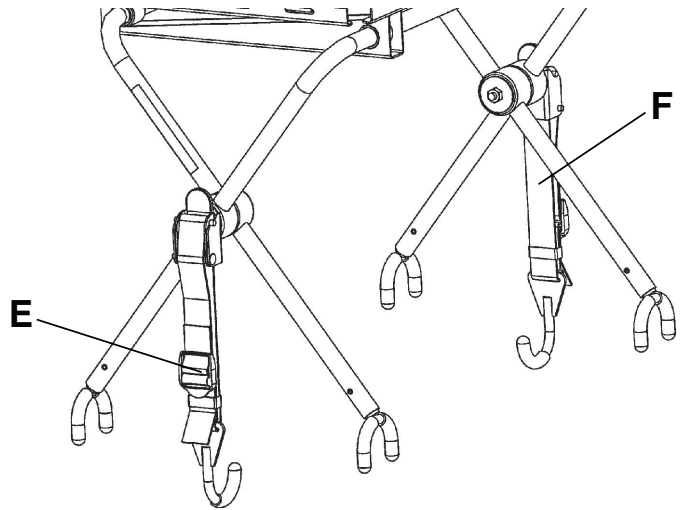

Figura 29 – Acoplamiento de la plataforma para el desfibrilador a la camilla
9. Fije las correas (E) para sujetar el desfibrilador sobre su plataforma (Figura 29).